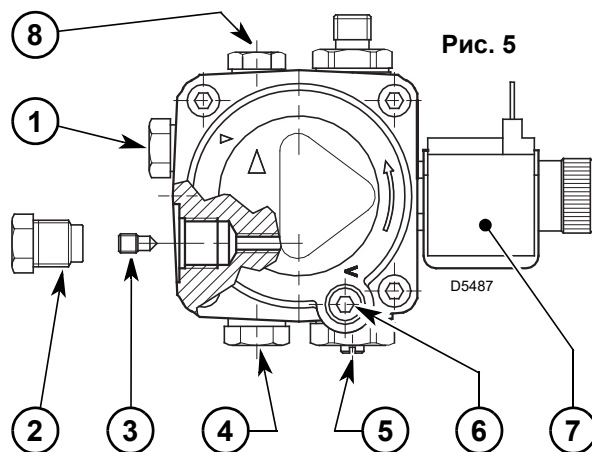
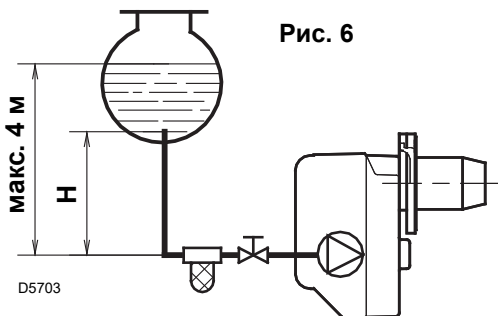

Рис. 5
Рис. 6
Для работы в режиме одноходовой системы необходимо открутить колпачок обратного контура (2), снять перепускной винт (3) и затем закрутить колпачок (2), (см. рис. 5).
В системе на рис. 6 достаточно ослабить штуцер вакуумметра (5, рис. 5) и подождать, пока начнет вытекать топливо.